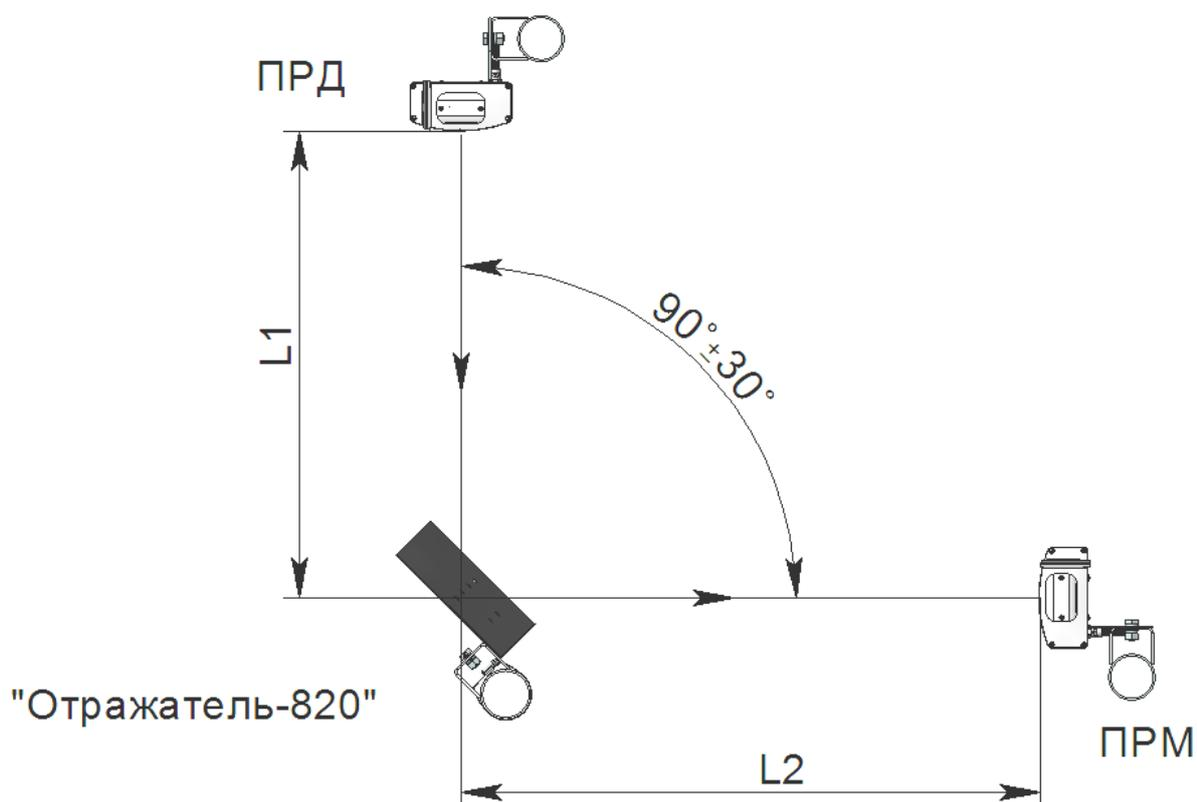

Рисунок 3.1
3.2 При работе с «Отражателем-820» суммарная длина зоны обнаружения  $L1+L2$  (где  $L1$  – расстояние между передатчиком и отражателем,  $L2$  – расстояние между отражателем и ПРМ, см. рисунок 3.1) не должна превышать 70 м.